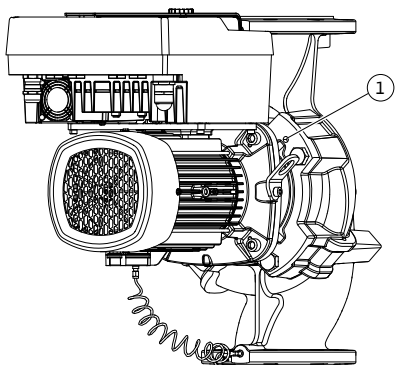

Fig. 10: Pressionar o conjunto de encaixe através dos orifícios roscados
5. Afastar o conjunto de encaixe (ver Fig. 4) do corpo da bomba. Existem duas abordagens diferentes para o modelo da bomba (ver Fig. I ... Fig. IV). Para o modelo da bomba (Fig. III e Fig. IV) desapertar os parafusos (pos. 29). Utilizar os dois orifícios roscados que se encontram ao lado (Fig. 10, pos. 1) e utilizar os parafusos adequados disponibilizados no local (por exemplo, M10 x 25 mm). Utilizar para o modelo da bomba (Fig. I e Fig. II) os dois orifícios roscados M10 (Fig. 104). Para tal, utilizar os dois orifícios roscados e parafusos adequados disponíveis no local (p. ex. M10 x 20 mm). Para pressionar também podem ser utilizadas as ranhuras (Fig. 104, pos. 2).